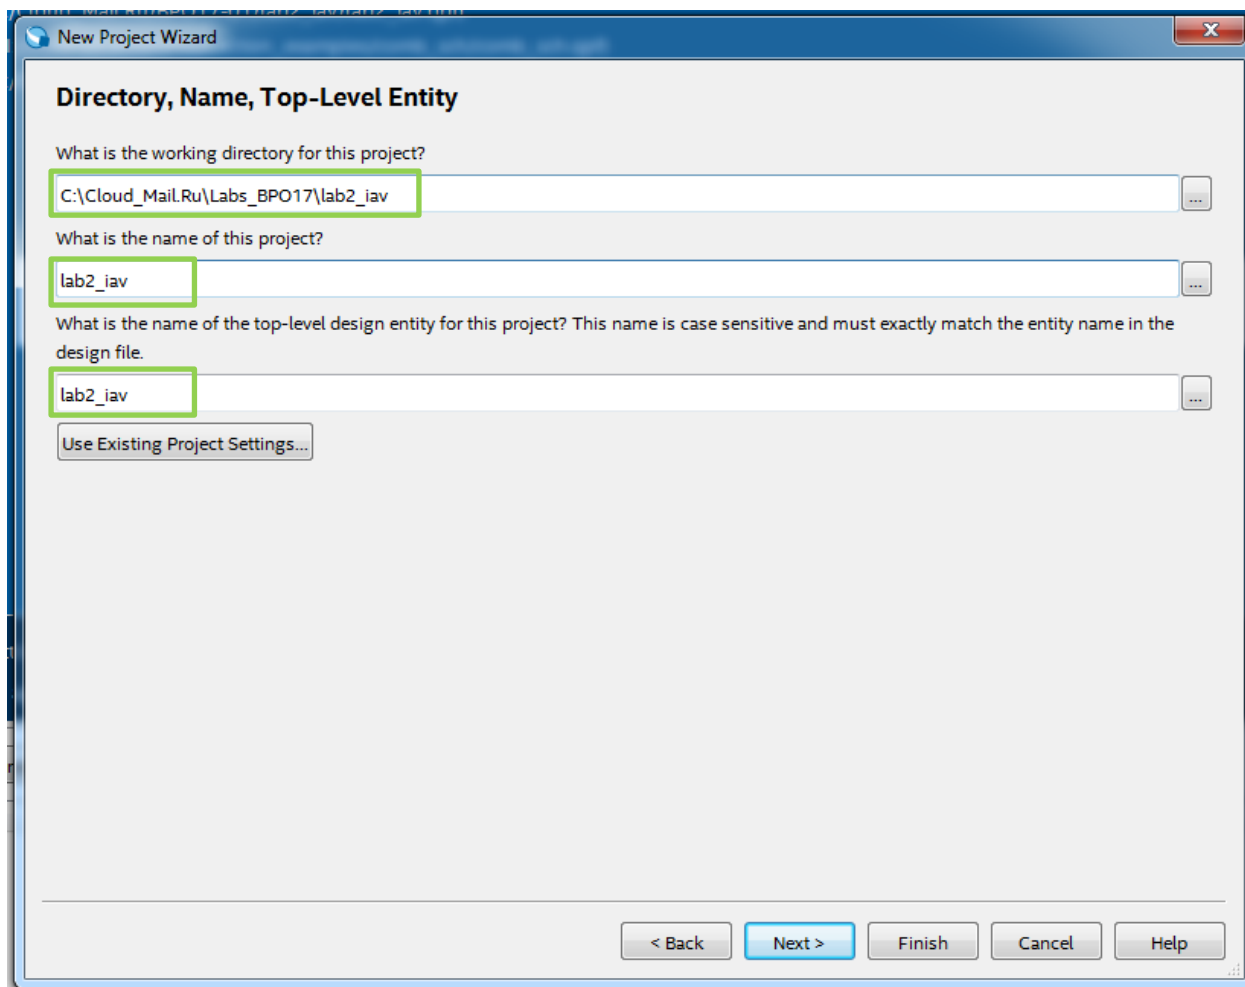

Рис.1 Окно выбора директории для установки проекта
1.3. В окошке “**Directory, Name, Top-Level Entity**” (рис. 1) задайте (или выберите существующую) директорию с проектами и название проекта **lab2_<fio>** (<fio> – аббревиатура на латинице из первых букв ФИО).